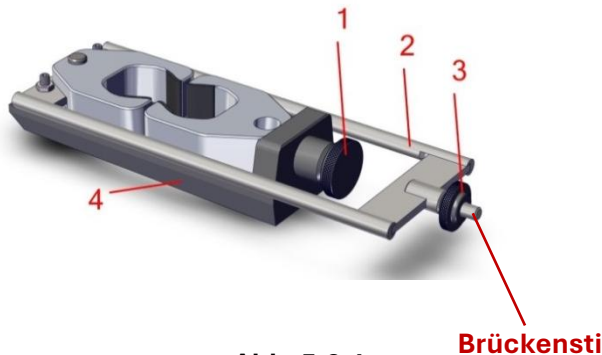
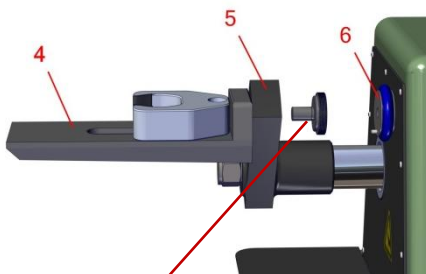

Abb. 5.2.1
Abb. 5.2.2
1. Große Rändelschraube (Abb. 5.2.1, Pos. 1) vom Sockel am Zubehörteil zur Bestimmung der Kaltbiegefestigkeit (Abb. 5.2.1, Pos. 4) lösen. Brücke (Abb. 5.2.1, Pos. 2) und linke Klemmbacke vom Zubehörsockel abnehmen.
2. Den Gewindeanschluss am Zubehörsockel auf die bewegliche Klemmhalterung am Gerät schieben (Abb. 5.2.2, Pos. 5). Rändelschraube wieder aufsetzen und handfest anziehen, um so Zubehörsockel mit beweglicher Klemmbacke zu verbinden (Abb. 5.2.2 und 5.2.3).
3. Setzen Sie die linke Werkzeugbacke und die Zugbrücke auf die Oberseite der Basis für das Zugzubehör. Schieben Sie den Brückenstift (Abbildung 5.2.1) vorsichtig in das Loch in der Mitte des stationären Klemmhalters (Abb. 5.2.2, Pos. 6).
4. Die Rändelmutter (Abb. 5.2.1, Pos. 3) solange drehen, bis die flache Seite der Stegmutter, welche der unbeweglichen Klemmhalterung (Abb. 5.2.2, Pos. 6) gegenüber liegt, ca. 78 mm (1/32") von der festen Klemmhalterungsfläche entfernt ist.